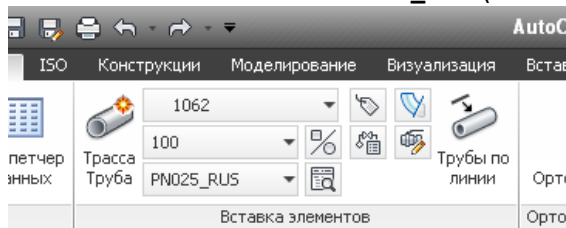

Рис. 76
- Миникаталог – **PN025_RUS** (Рис. 76)